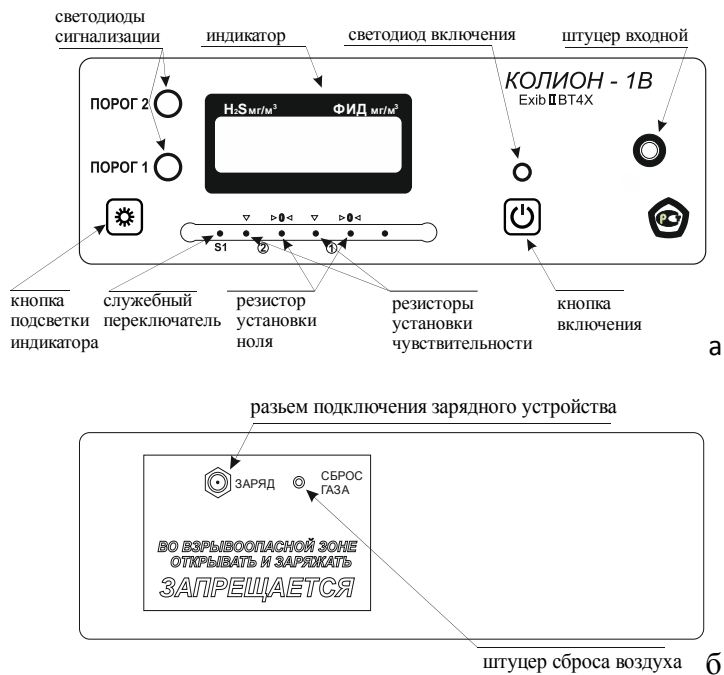

Рис. 3 Передняя (а) и задняя (б) панель газоанализатора
1) Проверьте показания ЭХД а с присоединенным фильтром-поглотителем (см. п. 2.2.1); показания не должны превышать $0,1 \text{ мг/м}^3$; если показания отличаются от указанных, проведите установку нуля, вращая резистор установки нуля ► 0 ◀ ЭХД (см. рис. 3а).
ведите установку показаний вращая резистор установки чувствительности ЭХД (см. рис. 3а).